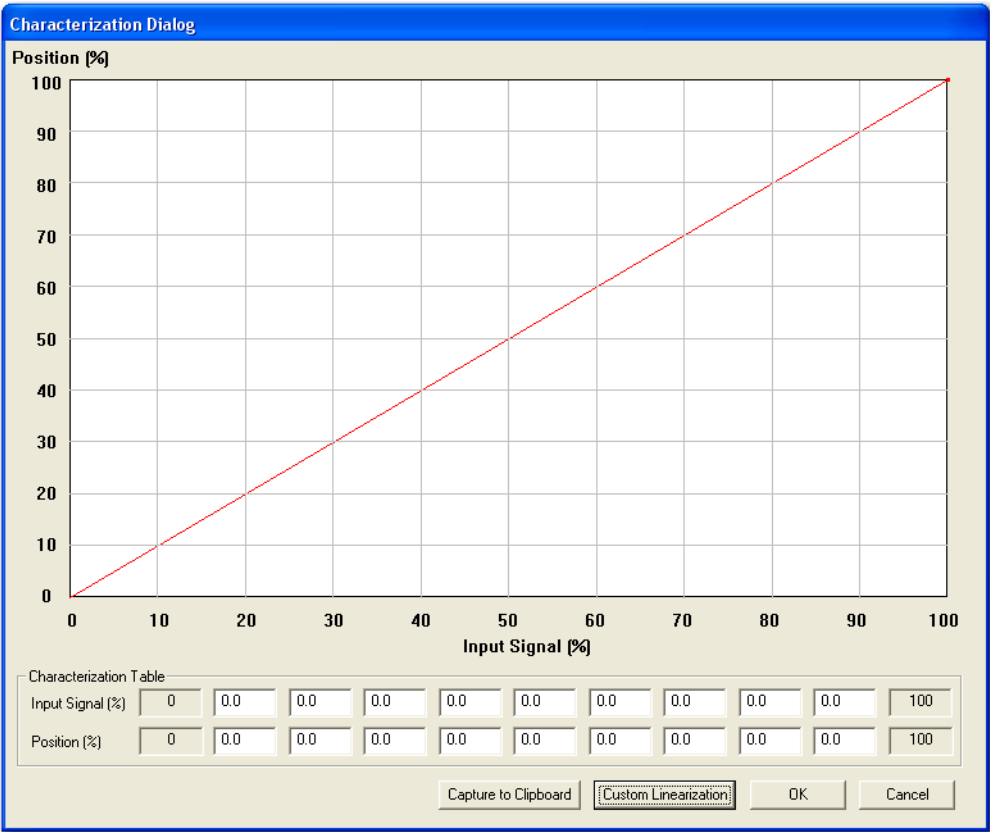

图 28 用户自定义特性曲线
安装在直行程阀门上时，实际位置与理论阀门位置会产生一个小非线性偏差，这可能是由反馈连接造成的。非线性可通过与所采用的特定连接附件匹配的用户自定义特性修正。必须使用配置菜单下的选项生成用户自定义特性曲线。通过图 28 所示的对话框完成用户自定义特性。
1. 单击‘Custom’，出现图 28 所示对话框。